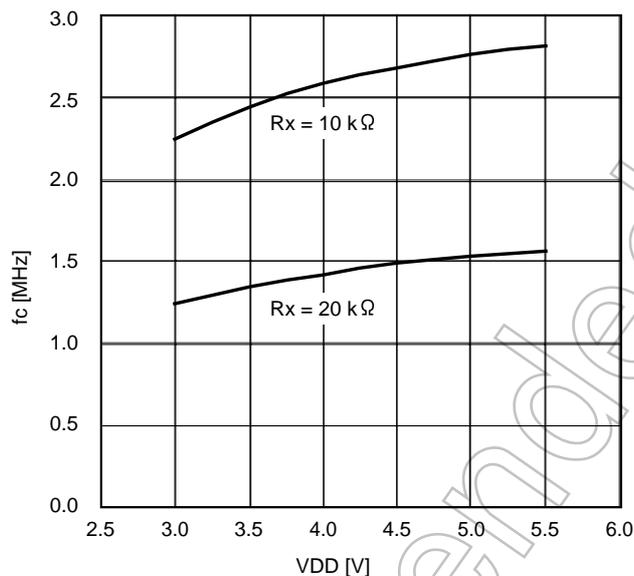

図 12-2 発振周波数 (fc) vs VDD (C = 33 pF, Ta = 25 °C)
- 注 1) 上記発振特性 (図 12-1, 図 12-2) はある特定 Lot (サンプル) の Ta = 25 °C 時のデータです。このデータは保証するものではありません。ターゲット発振周波数を得るためには外付けコンデンサ容量 (C_{XIN}) と抵抗値 (Rx) の調整が必要です。